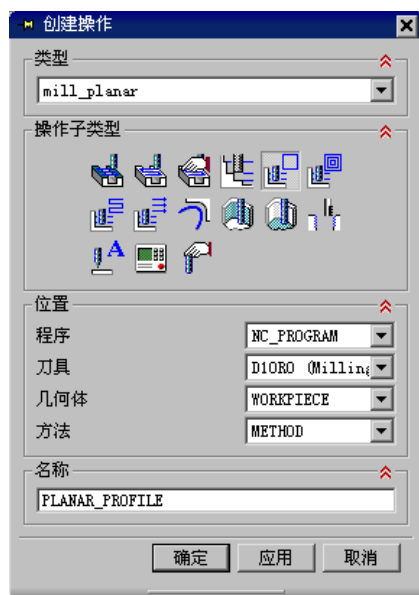

图 3.7.3 “创建操作”对话框
Step2. 确定加工方法。在“创建操作”对话框 **类型** 下拉列表中选择 **mill_planar** 选项，在 **操作子类型** 区域中单击“PLANAR_PROFILE”按钮 ，在 **刀具** 下拉列表中选择 **D10R0 (Milling Tool-5 Parameters)** 选项，在 **几何体** 下拉列表中选择 **WORKPIECE** 选项，在 **方法** 下拉列表中选择 **METHOD** 选项，采用系统默认的名称，如图 3.7.3 所示。